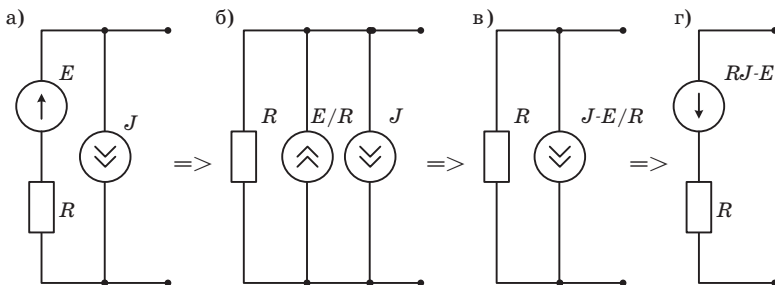

Рис. 1.5
*Обобщенную ветвь* (рис.1.5, а), а также *реальный* источник тока (рис.1.5, в) для удобства расчета и уменьшения количества уравнений системы, описывающих схему, можно заменить эквивалентной ветвью, содержащей реальный источник ЭДС (рис. 1.5, г).